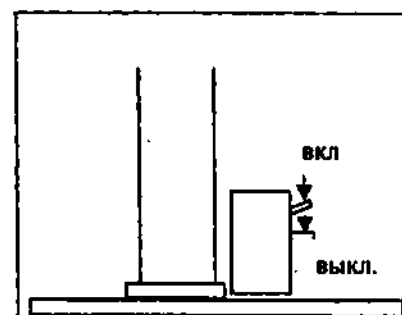

Рис. 8. Отключение привода.
- Моторизованное продольное движение колонны. Нажатием на педаль (рис.8), отсоединяется мотор от рельсы.